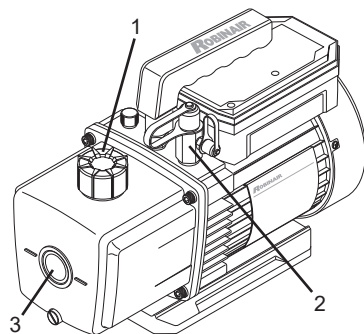
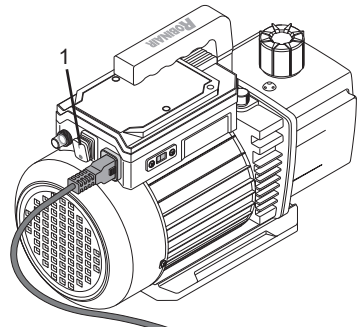

Abbildung 4
Abbildung 5
2. Auslass-/Öleinfülldeckel (1) entfernen (siehe Abbildung 4).
3. Öl in den Ölvorratsbehälter einfüllen, bis der Ölstand mit den Markierungen auf beiden Seiten des Schauglases (3) übereinstimmt (siehe Abbildung 4).
4. Auslass-/Öleinfülldeckel austauschen (1) (siehe Abbildung 4).
5. Eine Kappe der Einlassöffnung (2) entfernen (siehe Abbildung 4).
6. Gerät an die Stromquelle anschließen und die Vakuumpumpe einschalten (1) (siehe Abbildung 5).
8. Nachdem die Pumpe eine Minute lang gelaufen ist, Pumpe ausschalten (1) (siehe Abbildung 5), im Schauglas Ölstand prüfen (3) (siehe Abbildung 4) und bei Bedarf Öl nachfüllen.